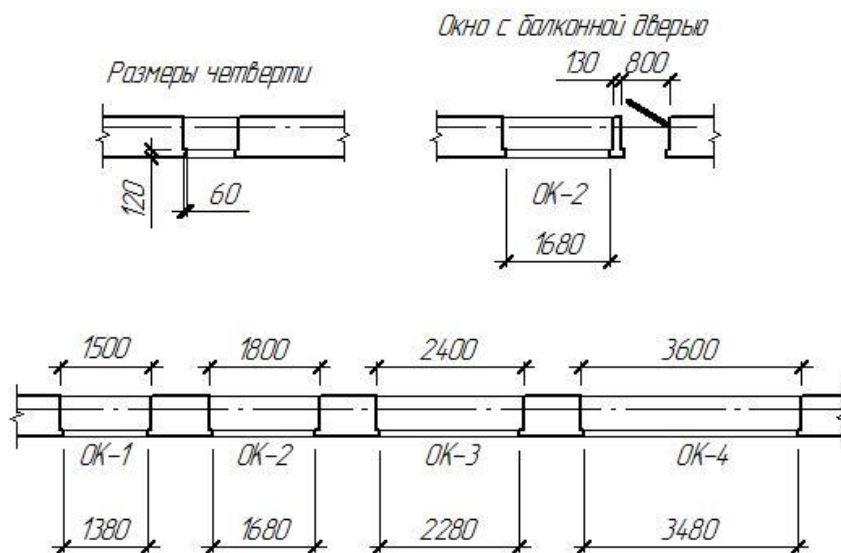

Рисунок 4 – Изображение окон на плане этажа
1.3 В наружных стенах вычерчиваем оконные проемы по размерам, указанным на рис. 4. Все оконные проемы выполняем с четвертью, которую располагаем с внешней стороны окна. Марку заполнения оконных проемов указываем с внешней стороны здания.